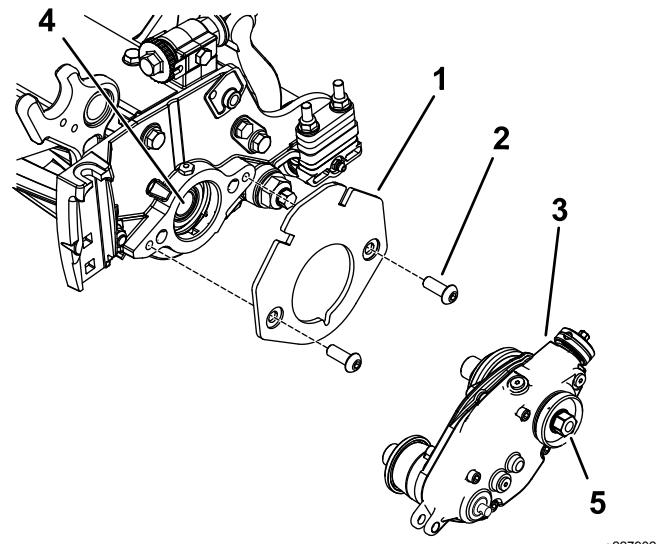

Figura 7
- Fije el soporte de los pesos al molinete con 2 pernos allen de cabeza redonda ($\frac{3}{8}$ " x $\frac{3}{4}$ "), como se muestra en Figura 7.
- Perno allen de cabeza redonda – $\frac{3}{8}$ " x $\frac{3}{4}$ " (2)
- Aplique fijador de rosas de resistencia media (por ejemplo, Loctite® 243 azul) a las roscas del eje interno del molinete (Figura 7).
- Conecte la caja de transmisión del groomer al eje del molinete (Figura 7) usando la cabeza hexagonal de la caja de transmisión del groomer.